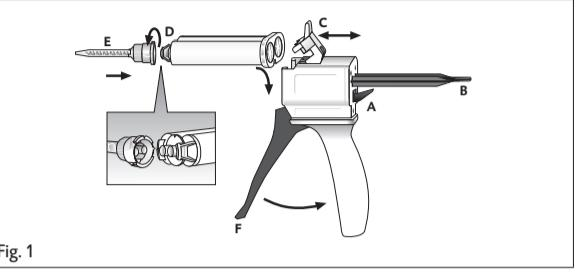

Fig. 1
- Den Hebel [Fig. 1, Pos. A] an der Rückseite des Automix-Dispersers nach oben drücken und den Schieber [Fig. 1, Pos. B] vollständig zurückziehen.
- Kunststoffriegel [Fig. 1, Pos. C] nach oben klappen, die Kartusche einsetzen und mit dem Kunststoffriegel [Fig. 1, Pos. C] abtreten.
- Kartuschenkappe [Fig. 1, Pos. D] und benutzte Mischkanüle nach Drehung um 90° gegen den Uhrzeigersinn abziehen und verwerfen.
- Neue Mischkanüle [Fig. 1, Pos. E] aufsetzen.
- Das Material durch Betätigen des Hebels [Fig. 1, Pos. F] am Automix-Dispenser in der Mischkanüle mischen und direkt applizieren.
- Kunststoffriegel [Fig. 1, Pos. C] nach oben klappen, die Kartusche entfernen und mit dem Kunststoffriegel [Fig. 1, Pos. C] abtreten.
- Kunststoffriegel [Fig. 1, Pos. C] nach oben klappen und die Kartusche entnehmen.